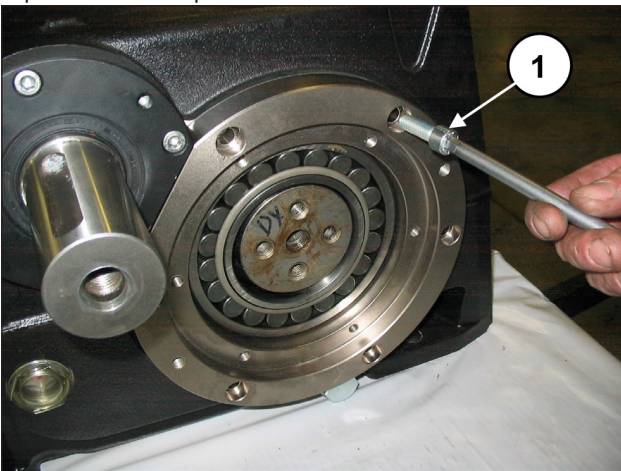

Fig. 75
Visser les couvercles de support de coussinet à l'aide de 6+6 vis M10x30 (rep. ①, Fig. 75). Serrer les vis à l'aide d'une clé dynamométrique, en suivant les explications du chapitre 3.